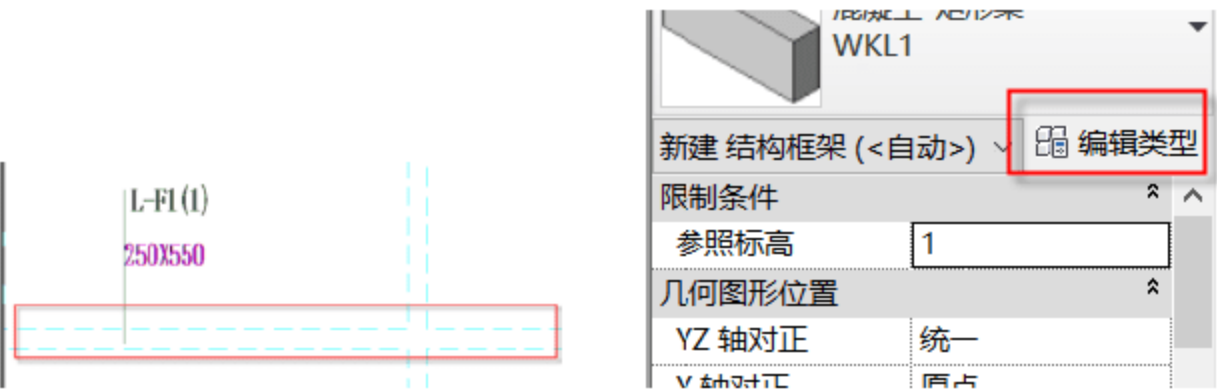

图 5.1.17 确定梁尺寸
(1) 新建屋次梁 L-F1。由 DWG 图可得，屋次梁 L-F1 的长宽为  $250 \times 550$ ，如图 5.1.17 所示。选择“结构”→“梁”→“编辑类型”命令（或按快捷键 B+M，单击“属性”面板